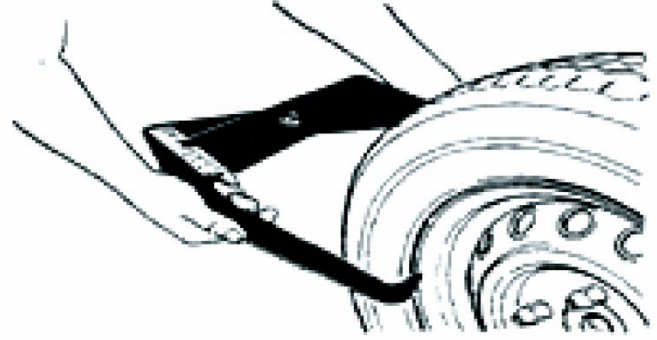

Abb.2
- * Einstellen des "b"-Wertes: Lesen Sie den Durchmesser welche auf dem Rad angegeben ist ab oder benutzen Sie hierzu die Breitenmesslehre (wie in Abb.2 angezeigt), danach den Wert mittels der Tasten  bzw.  eingeben.